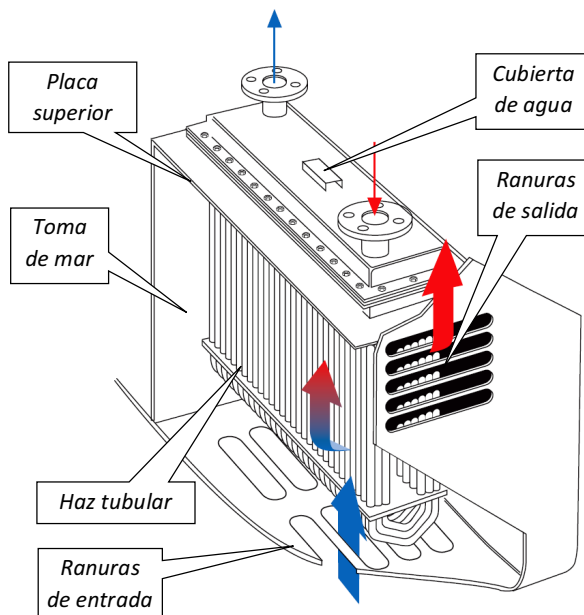

Ilustración 1a. Enfriador de caja montada transversal
Los tubos del enfriador de caja están ubicados en el interior de una toma de mar con las ranuras de entrada y salida para el agua fuera de la borda. El haz tubular en forma de U se encuentra por lo tanto rodeado de agua (véase la ilustración 1a).
- **De forma transversal (de babor a estribor):** es la forma más común para montar el enfriador de caja (véase la imagen 1a)